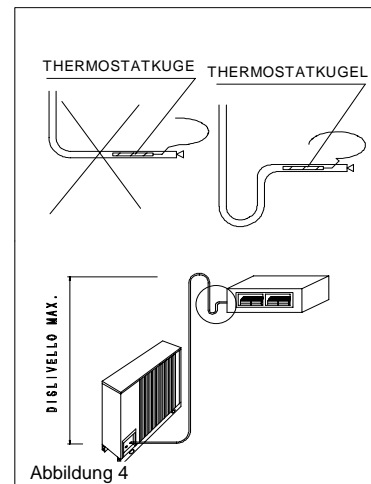

Abbildung 4
- Verfügt das Endgerät außer dem Siphon auch über Thermostatventil, einen Verschluss in größtmöglicher Nähe zur Einheit vorsehen (s. Abb. 4). Auf diese Weise soll verhindert werden, daß die Kugel des Thermostatventils bei stehender Anlage mit dem Kältemittel in Berührung bleibt (s. Abb. 4). Bei Anschluß an unser CED-V, CN-V Gerät ist der Siphon bereits in die Einheit integriert.